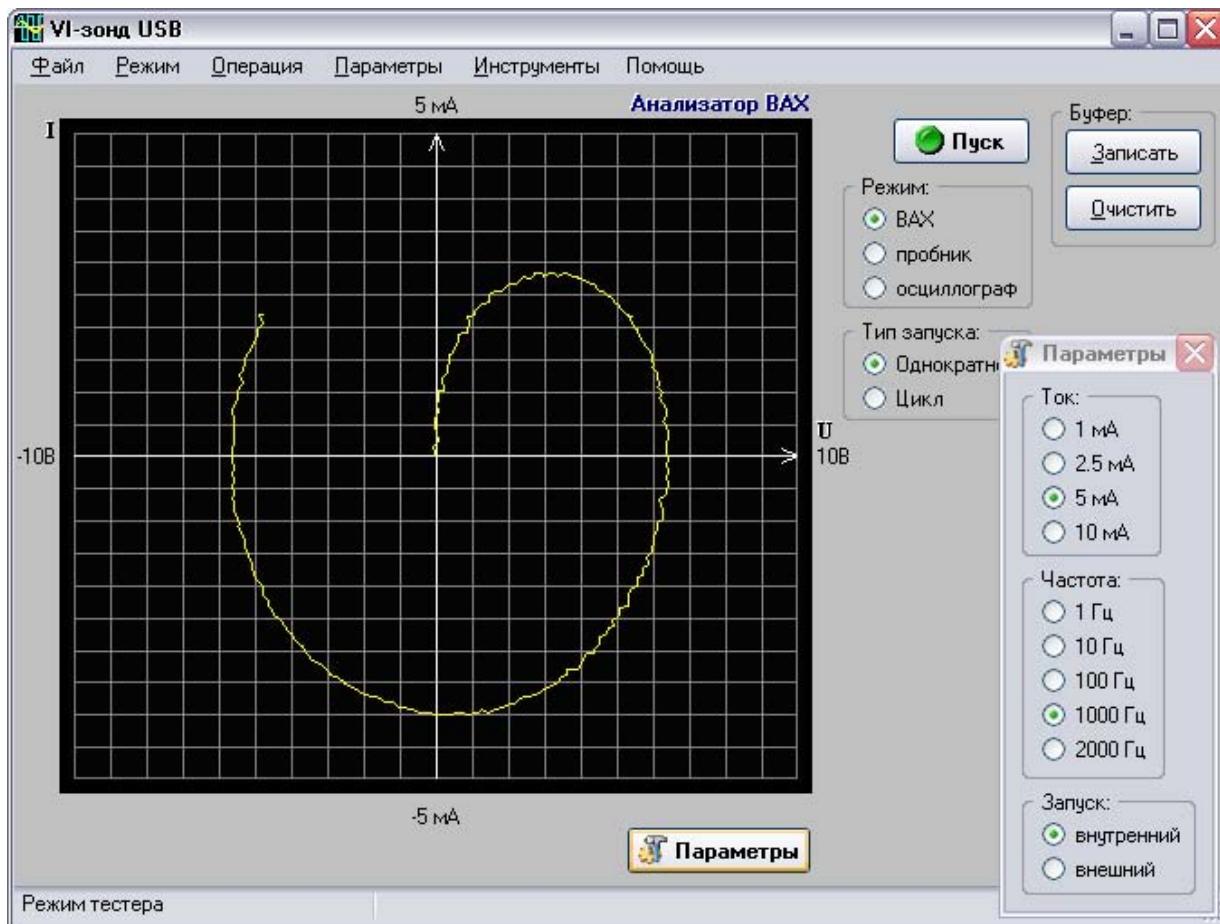
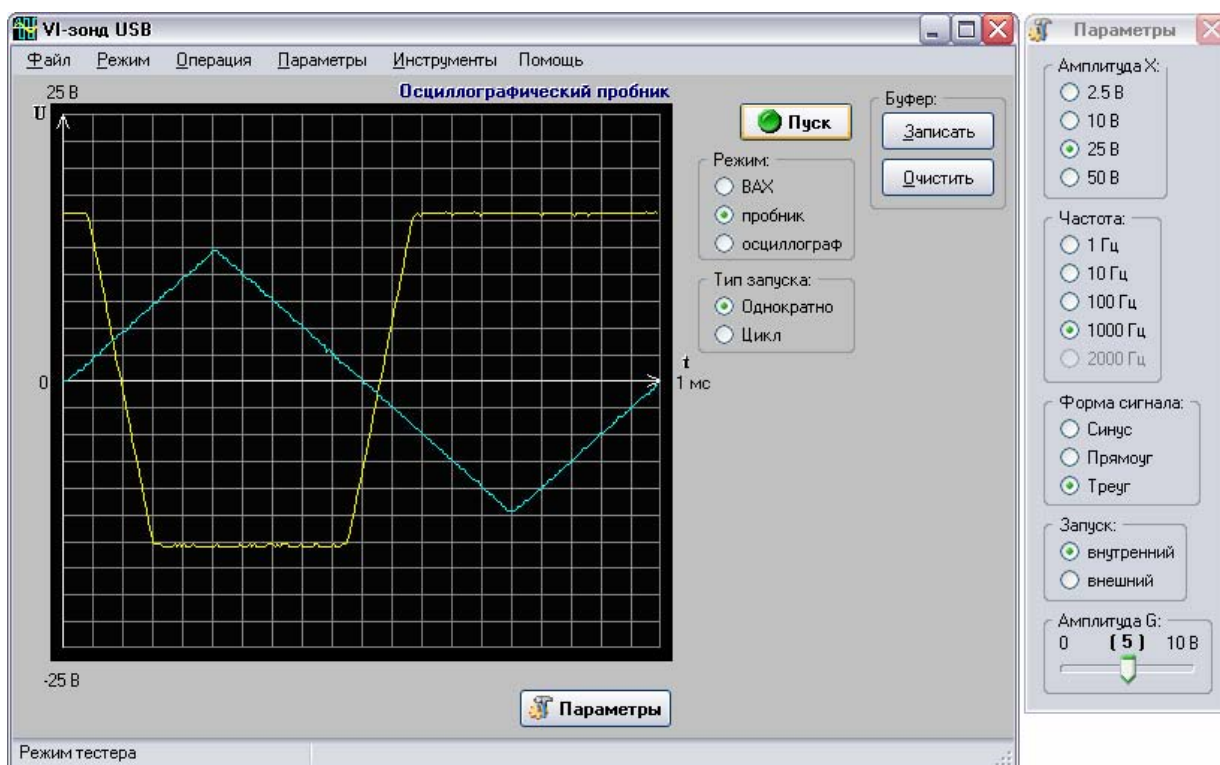
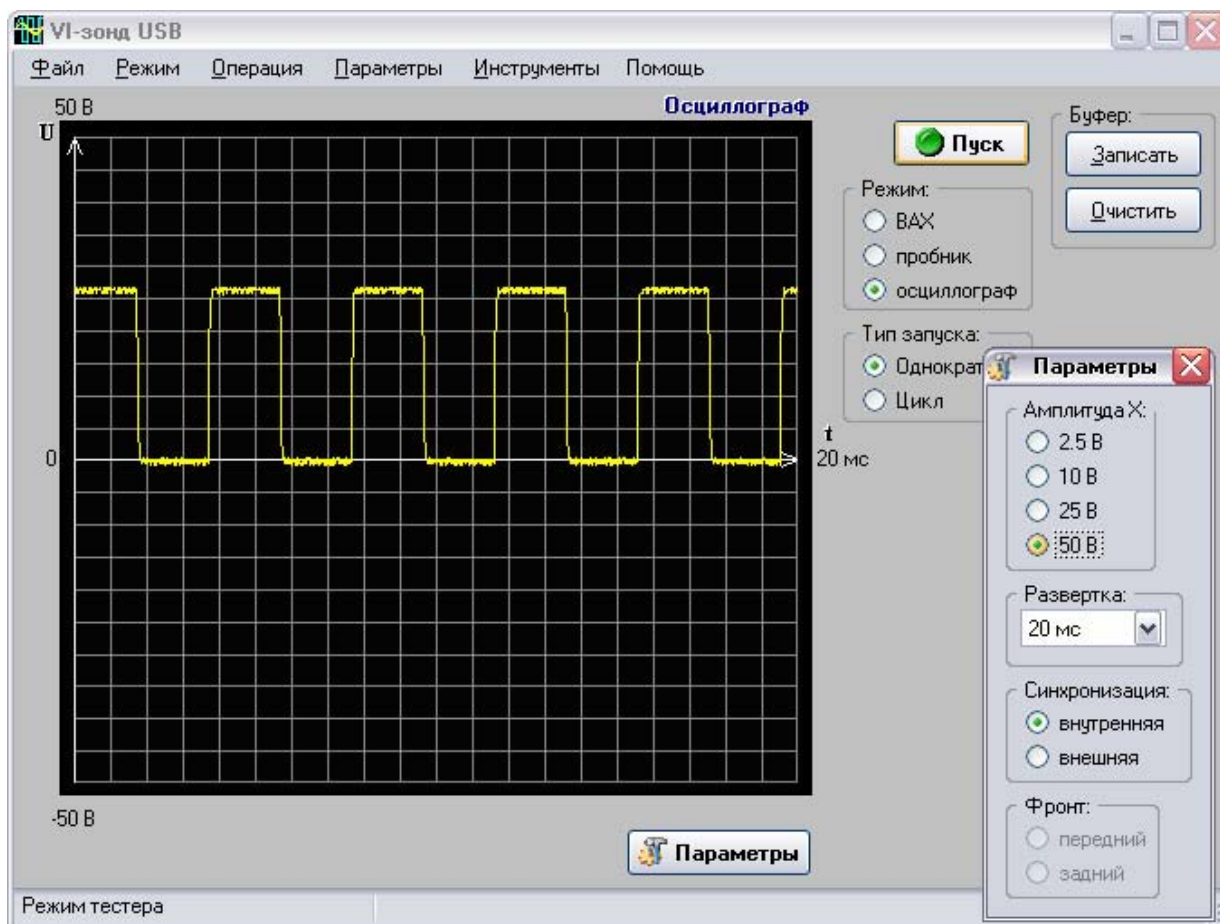

Рис. 3
Рис. 4
Рис. 5
1. Группа кнопок “Режим” задает режим работы тестера: анализатор вольтамперных характеристик (рис.3), осциллографический пробник (рис. 4) или осциллограф (рис. 5).